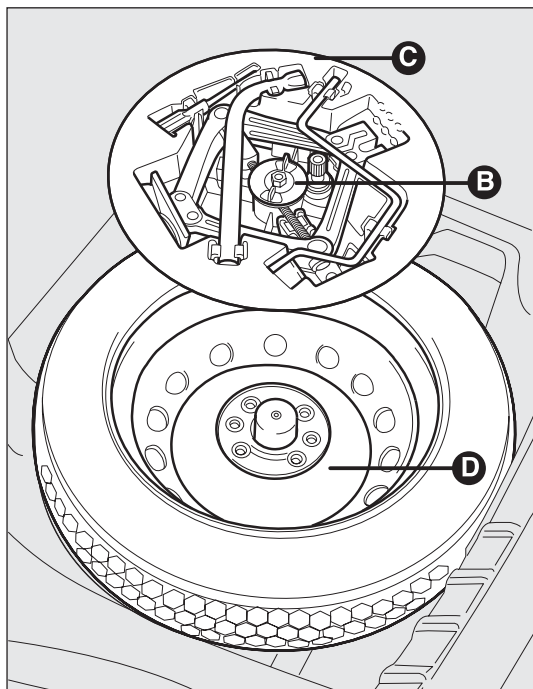

fig. 122
- svitare il dispositivo di bloccaggio B-fig. 122;
- sistemare il ruotino di scorta D-fig. 122 nell'apposito vano ricavato nel bagagliaio;